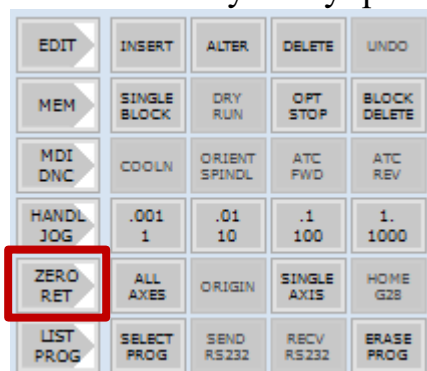

Рис.132. Кнопка «ZERO RET»
1. Выбрать режим «ZERO RET» на пульте управления (рис.132);